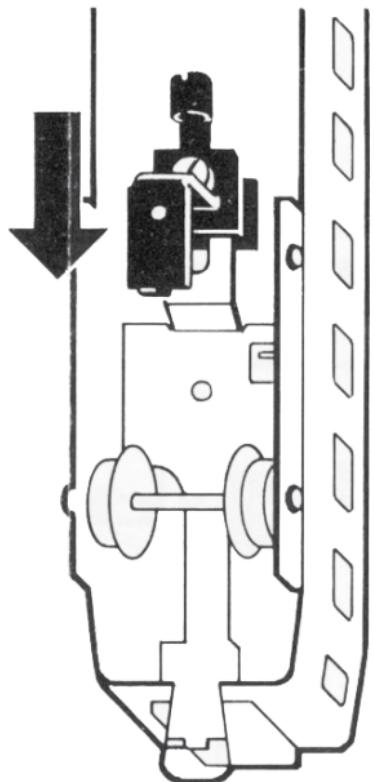

Fig. 4
5. Schleiferträger auf die Halterung am Stahlblech aufschieben, wobei die Halterung zwischen Isolierteil und Halteblech des Schleiferträgers zu liegen kommen muss (Fig. 4). Beim Festziehen der Schraube darauf achten, dass der Schleiferträger genau in der Längsmittelachse des Drehgestells liegt (Fig. 5).
5. Slide the pickup shoe mount onto the bracket on the truck frame so that the bracket is lying between the insulation and the retainer plate for the pickup shoe mount (fig. 4). When tightening the screw, make sure that the shoe bearer lies exactly in the longitudinal centre axis or line of the bogie (fig. 5).
5. Glisser le support de frotteur sur la fixation de la tôle, la fixation devant se positionner entre la pièce isolante et la tôle de fixation du support du frotteur (Fig. 4). Vérifier lors du serrage de la vis que le support est correctement orienté dans la direction de l'axe du bogie (Fig. 5).
5. Sleperdrager op de houder van de steunplaat schuiven, waarbij de houder tussen het isolatiedeel en de houderplaat van de sleperdrager moet komen te liggen (Fig. 4). Bij het weer vastdraaien van de schroef opletten, dat de contacthouder precies in de lengteas van het draaistel ligt (Fig. 5).
5. Coloque el portapatín sobre la sujeción en la chapa asiento, debiendo quedar apoyada la sujeción entre la pieza aislante y la chapa soporte del portapatín (fig. 4). Al apretar el tornillo, observar que el soporte da patín quede exactamente alineado con el eje central longitudinal del bogie (fig. 5).
5. Fare scorrere il supporto del pattino sul sostegno del lamerino a sedile, dove deve venire a poggiare il sostegno tra elemento isolante e lastrina di fissaggio del supporto del pattino (Fig. 4). Nello stringere la vite fare attenzione che il supporto del pattino si trovi esattamente lungo il centro dell'asse del carrello (Fig. 5).
5. Släpskohållaren skjuts fast på sin hållare, varvid hållaren måste ligga mellan isoleringsdelen och släpskons hållarbleck (fig. 4). Innan hållaren skruvas fast, rikta in den exakt mellan hjulen i boggins längdriktning (fig. 5).
5. Sæt slibevognen på holderen på stolpladen, hvorved holderen skal placeres mellem isoleringsdelen og slibevognens holdeplade (Fig. 4). Når skruen igen fæstnes, må man passe på at slæbeskobæreren ligger nøjagtigt i midten af bogiens længdeakse (Fig. 5).